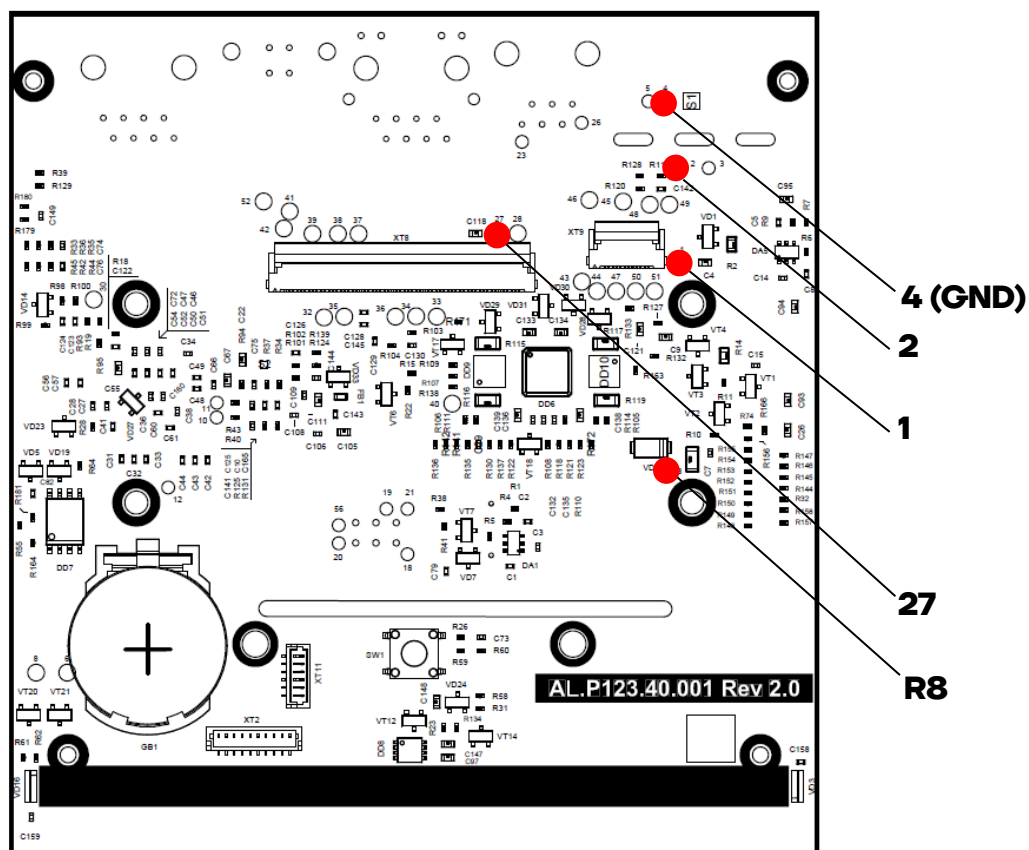

Рисунок 24. Контрольные точки блока управления AL.P123.40.001 rev 1.7 (вид снизу BOT)
- 2** Проверить при помощи мультиметра напряжение между контрольными точками **GND** и **2** (рисунок 24). Напряжение должно составлять **24,0 В ± 1 В**.